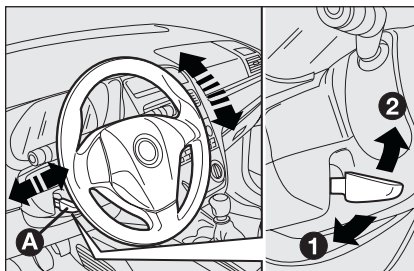

fig. 31
- débloquer le levier **A**-fig. 31 en le poussant vers l'avant (position 2);